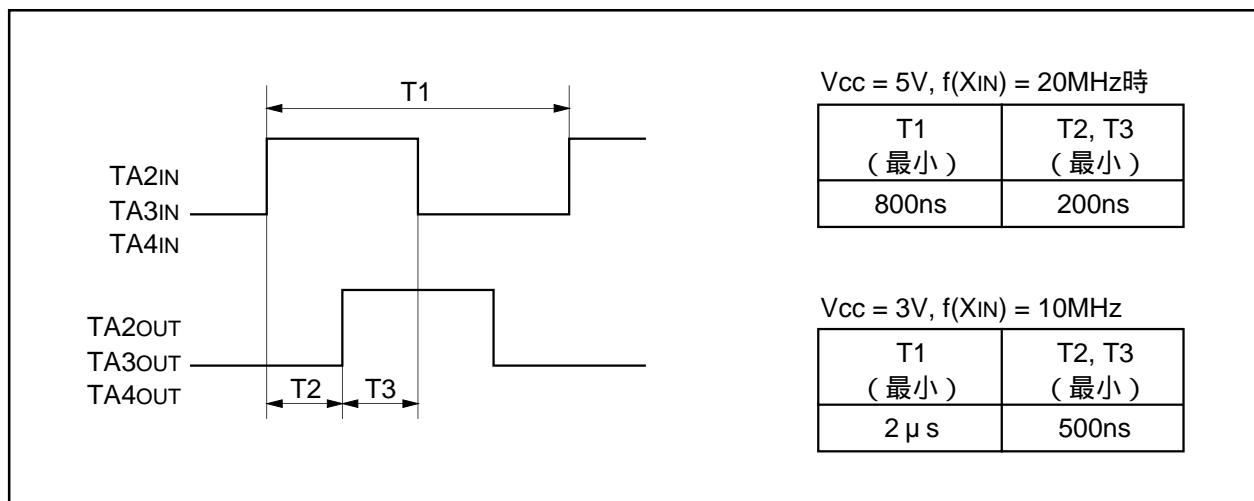

図2.2.30. 二相パルスの規格
(3) 二相パルス信号処理機能で使用する二相パルス(TAiIN、TAiOUT(i=2~4)端子への入力信号)のいずれは図2.2.30に示す規格を満たしてください。
(4) フリーランタイプ選択時、カウントを停止した場合は、タイマを再設定してください。
(5) フリーランタイプで使用する場合、カウント開始時タイマレジスタの値が不定になることがあります。したがって、カウント開始前にタイマレジスタに値を設定しても、不定値からカウントを開始することがあります。